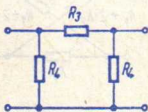
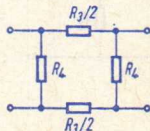

Bild 3
Bild 4
- (erd)unsymmetrische **II-Schaltung** (**Dreieck-Schaltung**) (**Bild 3**) und die davon abgeleitete (erd)symmetrische II-Schaltung (**Viereck-Schaltung**) (**Bild 4**)